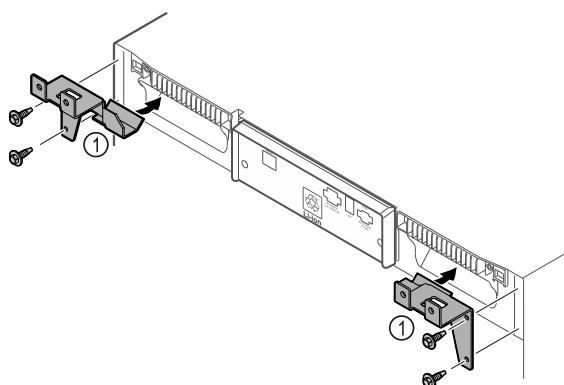

Fig. 67
- ▶ Смонтируйте на устройстве удерживающие элементы Fig. 67 (1), используя самонарезающие винты.